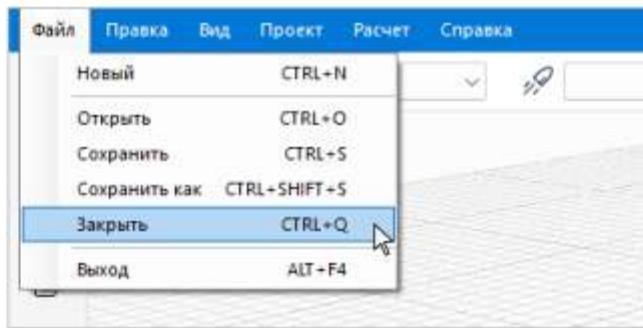

Рисунок 4.4.4 – Закрытие проекта
- выполнив команду **Файл → Закрыть** (см. Рис. 4.4.4);